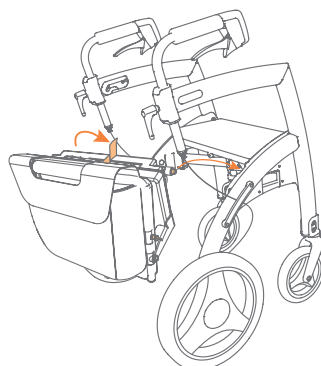

Abbildung 30: Anbringen der Rollstuhlpaket.
- a. Nehmen Sie das Rollz Motion Rollstuhlpaket und halten Sie die Tasche in Ihre Richtung (**Abbildung 30**).